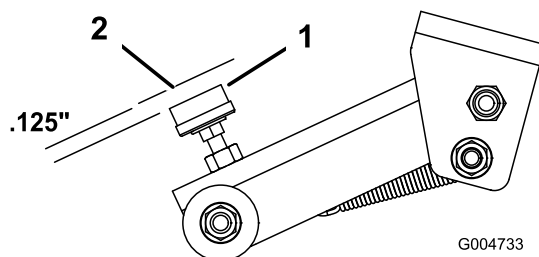

Figura 78
4. A folga entre a protecção de borracha do parafuso de ajuste (Figura 78) e o trinco da cobertura deve ser 3 mm. Se for preciso ajustar, desaperte a porca no parafuso de ajuste, ajuste o parafuso até obter a folga desejada e volte a apertar a porca.